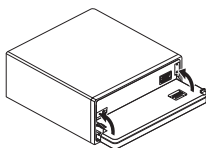

Abb. 12
3. Klappen Sie die Halter hoch. (Abb. 12)